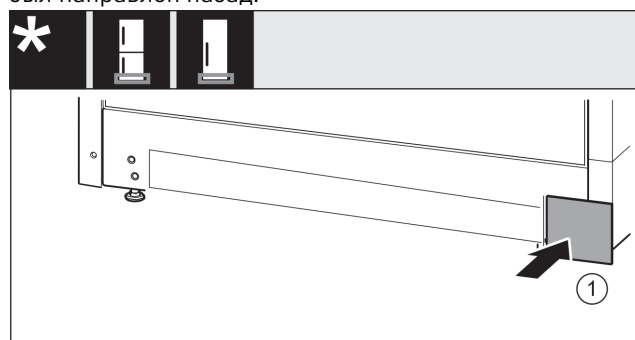

Fig. 16
- ▶ Снова установите крышку Fig. 16 (1) с другой стороны.